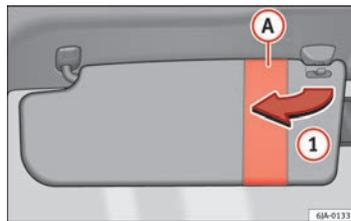
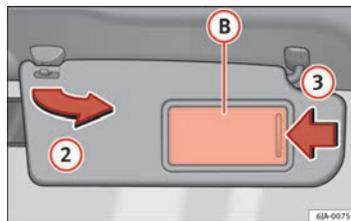

Fig. 64 Aletta parasole del conducente
Fig. 65 Aletta parasole del passeggero anteriore
L'aletta parasole del conducente e quella del passeggero possono essere staccate dai supporti centrali e ruotate verso le porte nel senso indicato dalla freccia ① ⇒ fig. 64 e ② ⇒ fig. 65 rispettivamente.
L'aletta parasole del lato passeggero è dotata di specchio di cortesia B con copertura. La copertura si apre facendola scorrere nel senso indicato dalla freccia ③ ⇒ fig. 65.